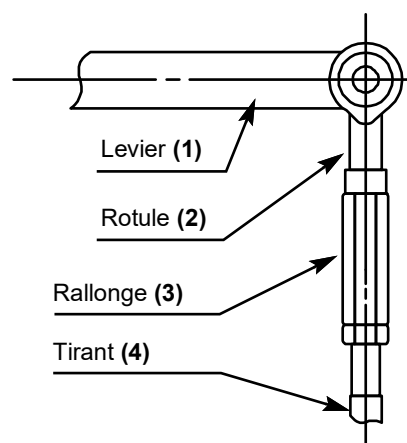

Fig. 27
- Détacher la rotule 2)(Fig. 27) du levier 1).